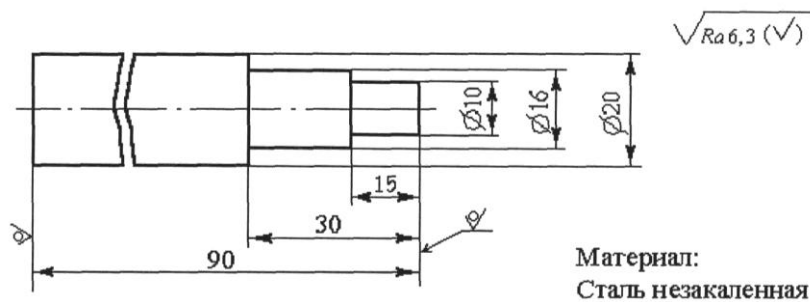

Рисунок 9
5. Выполнить эскиз технологической схемы многорезцово-токарной обработки для случая инструментальной наладки по длине наименьшей ступени вала (рисунок 9).